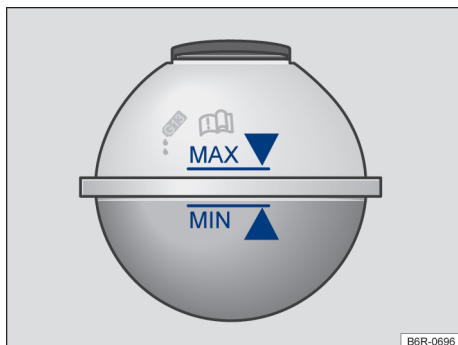

Fig. 131 No compartimento do motor: marcação no reservatório de expansão do líquido de arrefecimento do motor.
- Com o motor frio, verificar o nível do líquido de arrefecimento do motor pela marcação lateral do reservatório → Fig. 131.
- Reabastecer somente com líquido de arrefecimento do motor **novo** e de acordo com a especificação da Volkswagen (→ Página 186) → ①.
- O nível do líquido de arrefecimento do motor deve permanecer dentro da marcação do reservatório → Fig. 131. **Não completar acima da marca "MAX" → ①!**
- Completar com líquido de arrefecimento do motor somente até a marca "MAX" → Fig. 131. Caso contrário, ao aquecer-se, o líquido excedente será expulso do sistema de arrefecimento do motor e poderá causar danos.